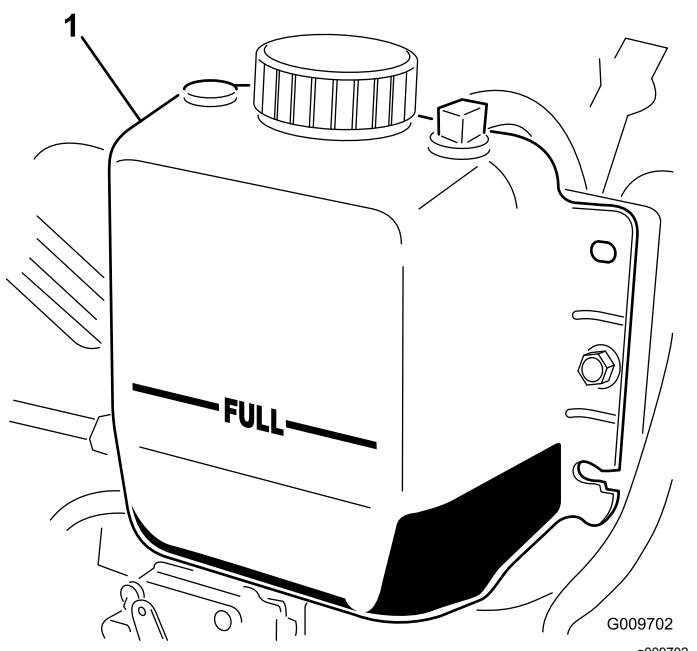

Bild 63
- 2. Prüfen Sie den Kühlmittelstand im Kühler. Der Kühler sollte bis zur Oberseite des Einfüllstutzens und das Ausdehnungsgefäß bis zur VOLL-Markierung gefüllt sein (Bild 63).